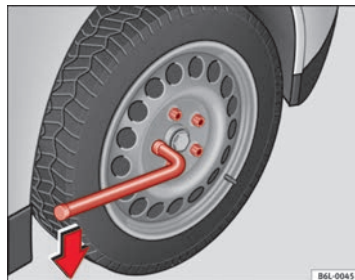

Fig. 139 Cambio di una ruota: allentare le viti delle ruote
- Afferrare la chiave il più possibile verso l'estremità e ruotarla di circa un giro verso **sinistra** ⇒ fig. 139